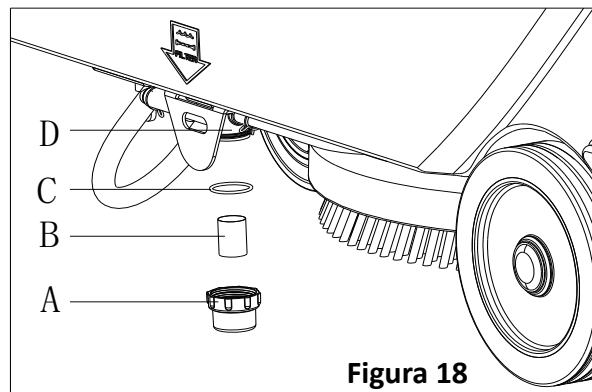

Figura 18
4. Scoateți capacul de la filtrul de soluție (A, Figura 18) pentru a curăța suprafața filtrului (B) apoi montați-l la loc pe suportul filtrului (D).